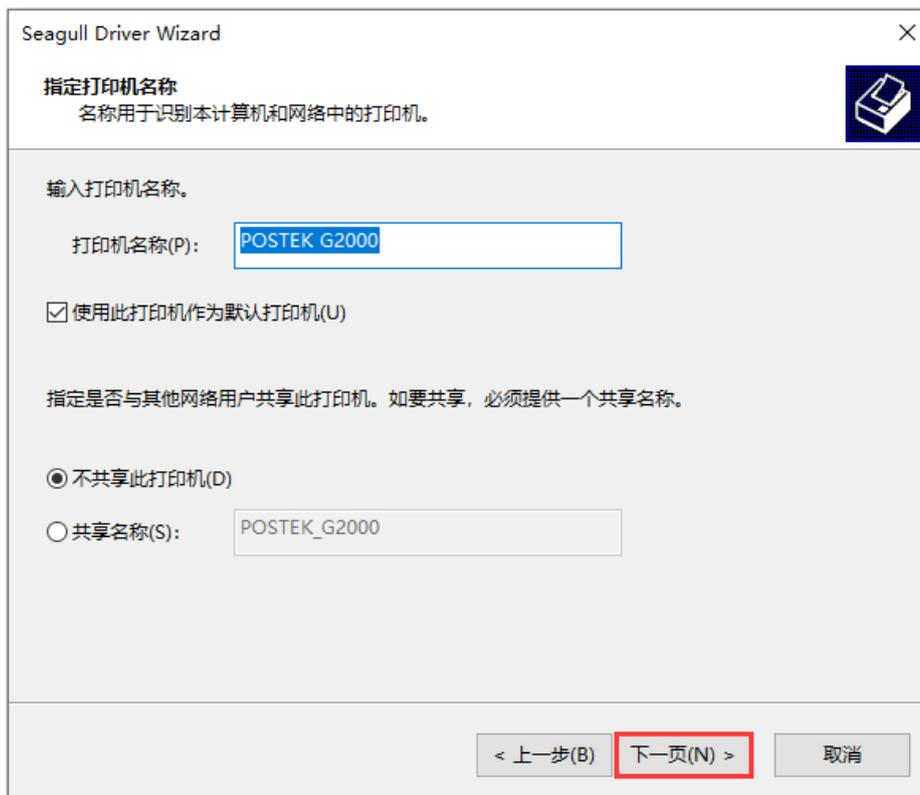

图 2-22 指定打印机名称界面
8. 在“指定打印机名称”界面中，设置打印机名称以及是否将打印机作为默认打印机，如图 2-22 所示，点击“下一页”，完成驱动安装；